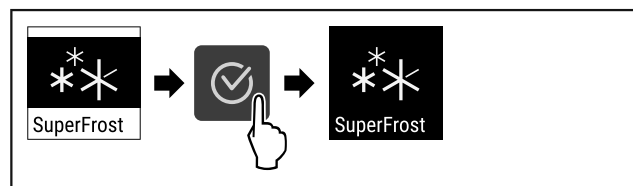

Fig. 66
- ▶ Følg anvisningene (se Fig. 66) .